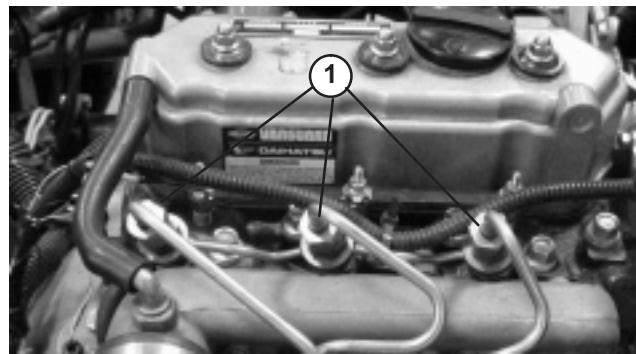

Figure 44
2. Desserrez le raccord entre l'injecteur N° 1 et le porte-injecteurs (Fig. 44).